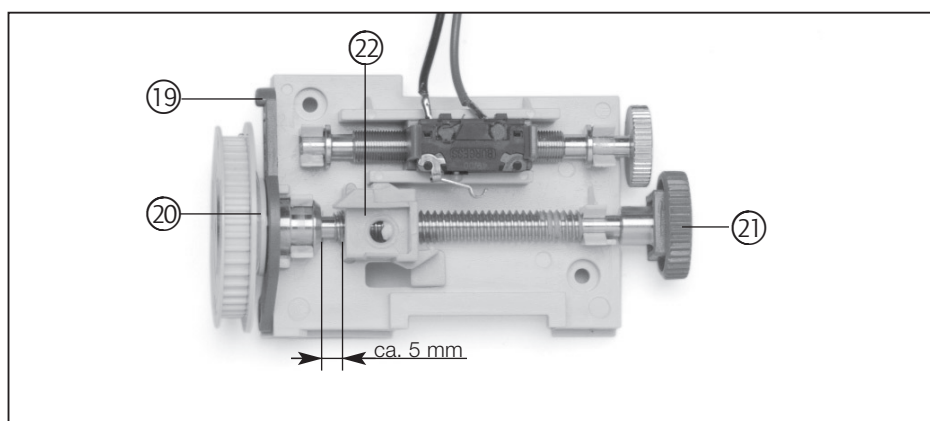

Abb. 5: Referenzpunkteinstellung (Tor ist zu)
- Entriegeln Sie die Schaltspindel, indem Sie den roten Leerlaufhebel (19) nach vorn umlegen und die innere Mitnehmerscheibe (20) des Laufrades in Richtung Spindel drücken (siehe Abb. 5).
- Drehen Sie das Rändelrad (21) solange im Uhrzeigersinn, bis sich der Schaltschlitten (22) ca. 5 mm vor dem linken abgeschrägten Bund der Schaltspindel befindet (siehe Abb. 5).